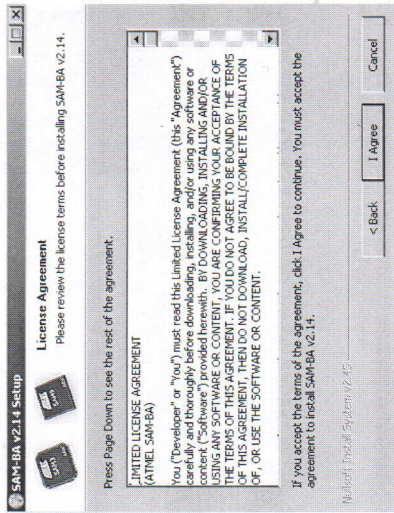

Рисунок 2.7 – Окно лицензионного соглашения
2.2.6.3 Далее, в окне лицензионного соглашения, необходимо ознакомиться и согласится с предлагаемым лицензионным соглашением, нажав на кнопку «Agree» (рисунок 2.7).